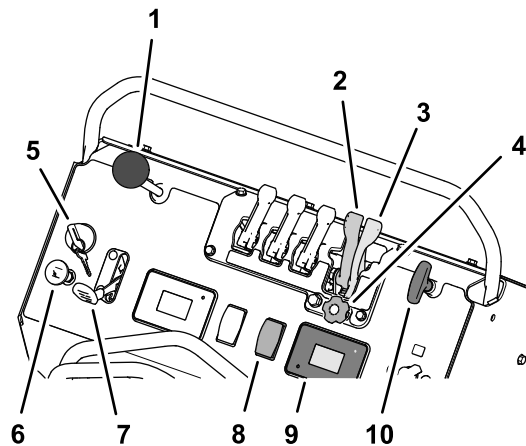

Figure 36
1. Démarrez le moteur et placez la commande d'accélérateur à mi-course, entre les positions BAS RÉGIME et HAUT RÉGIME (Figure 36).
2. Appuyez sur le haut de la commande de la turbine pour démarrer le moteur de la turbine (Figure 36).